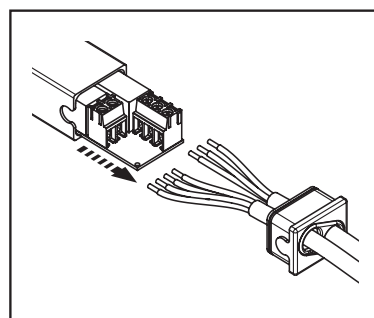

fig.5 Tablero extraído del contenedor
5. Extraiga la placa unos centímetros del contenedor (fig. 5).